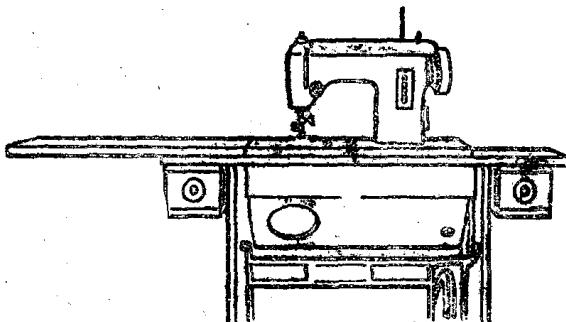

图 1—12 新式三斗藏缝纫机
6. 茶几式 这种缝纫机是藏式的新品种（图 1—13），工作台面大，占地面积小，不缝纫时可作茶几使用，小巧玲珑。